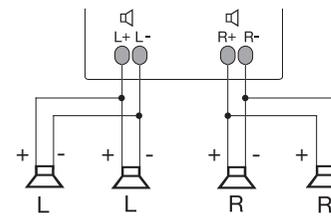

Bild 4
- i** Für eine breitere Klangverteilung im Raum lassen sich pro Kanal mehrere Lautsprecher parallel schalten (Bild 4). Dabei unbedingt die resultierende, niedrigere Impedanz beachten sowie die technischen Spezifikationen der Audio-Signalquelle!